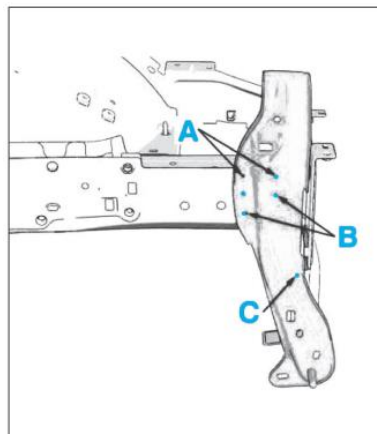

FIG. 4
- Poser et souder la pièce neuve aux endroits indiqués A,B,C et D (Fig.4 et 5a)